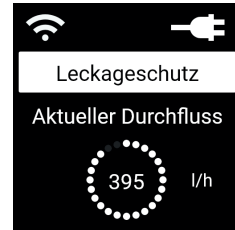

Abb. 8.1
- / Im Display des **CLEAR** PRO CONEL Nachrüst-Leckageschutzes MultiControl 3/4" - 1 1/4" erscheint die Startseite als Top Level (Abb. 8.1)